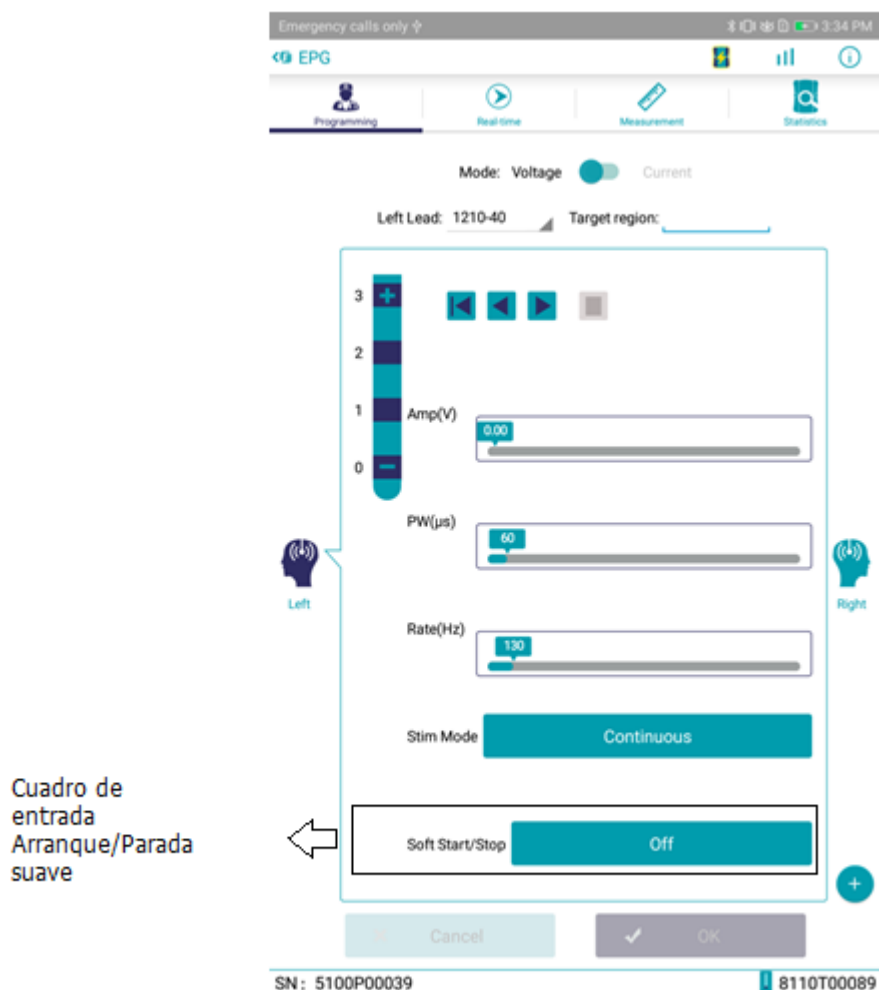

Figura 28: Cuadro de entrada Arranque/parada suave.
- 2) Seleccione un valor objetivo de la lista de valores que aparece en la ventana emergente deslizando la pantalla hacia arriba o hacia abajo con el dedo (Figura 28).
- 1) Haga clic en el cuadro de entrada Arranque/parada suave (Figura 28).